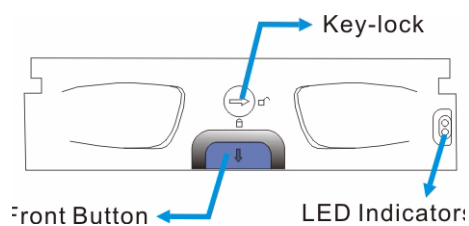

Figure 6.1 Vue avant du boîtier du disque dur
1. Mettez le verrou de sécurité en position déverrouillée. Le verrou de sécurité est déverrouillé si sa rainure est positionnée à l'horizontale. (Voir *Figure 6.1*)